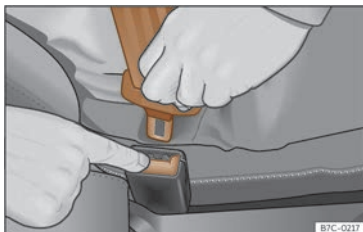

Fig. 23 Eliberați limba centurii de siguranță.
- Apăsăți butonul roșu de pe cataramă >>> fig. 23. Limba centurii va fi eliberată din cataramă.